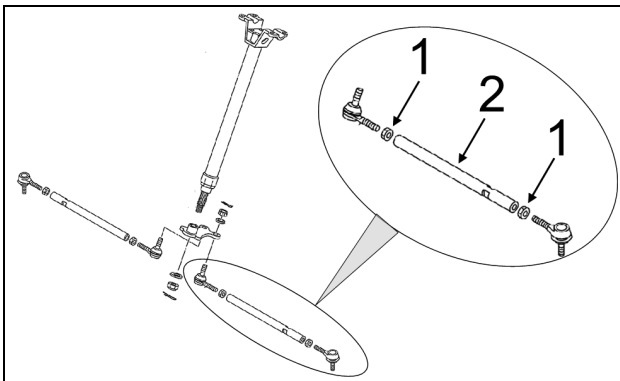
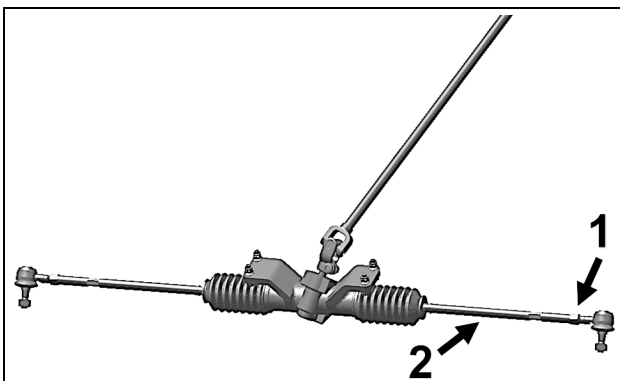

Figure 20
Figure 21
Pour effectuer l'ajustement sur le véhicule, premièrement, débloquer les écrous (1) à chaque extrémité des tiges d'accouplement (2) de la direction, visser ou dévisser ensuite la tige d'accouplement (2) d'un nombre de tours égal des deux côtés du véhicule. Resserrer les écrous après avoir complété l'ajustement. Voir la Figure 20 et la Figure 21.